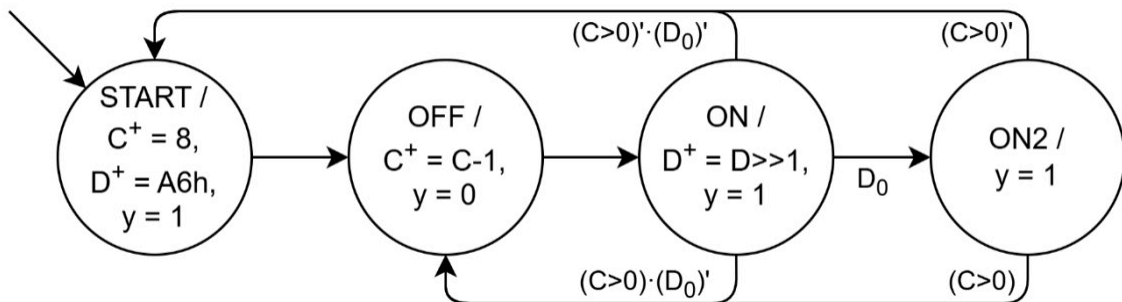

Fig. 3. EFSM de un emisor de la identificación de una etiqueta pasiva.
El comportamiento de esta etiqueta pasiva se representa en el diagrama de estados de la Fig. 3.
- c) [15 %] A partir de las tablas de transiciones y de salidas del grafo de la Fig. 3 que se dan a continuación, implementéis la unidad de control usando ROM y los registros, los bloques combinacionales y las puertas lógicas que creáis convenientes. Especificad y justificad las dimensiones de la/las ROM que uséis e indicad su contenido en binario, especificando a qué corresponde cada bit, y en hexadecimal.
- d) [20 %] Implementad el circuito completo del EFSM de la Fig. 3: Construid el camino de datos usando las puertas lógicas y los bloques necesarios e incorporad la unidad de control obtenida en el apartado anterior. Tened en cuenta que la variable D es de 8 bits. Indicad y razonad, para cada bus, su dimensión en bits.